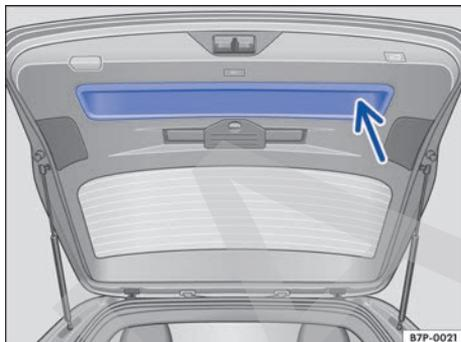

Fig. 45 Portón del maletero abierto: cavidad para tirar del portón hacia abajo.
- Agarre el portón del maletero por la cavidad de su guarnecido interior → fig. 45 (flecha).